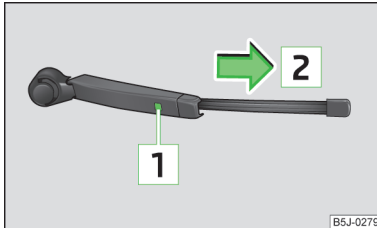

Abb. 35
- Den Scheibenwischerarm von der Scheibe anheben » Abb. 35.